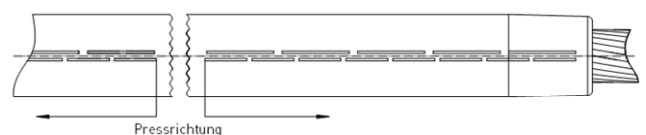

Bild 7
13. Verpressen Sie das Aluminiumrohr des Pressverbinders mit dem in der Zeichnung angegebenen Presswerkzeug. Pressen Sie in der Reihenfolge der Press-Markierungen auf dem Aluminiumrohr, beginnend von innen und zum Rohrende hin (Bild 7). Siehe Nr. 18 zur Überprüfung der Verpressung.